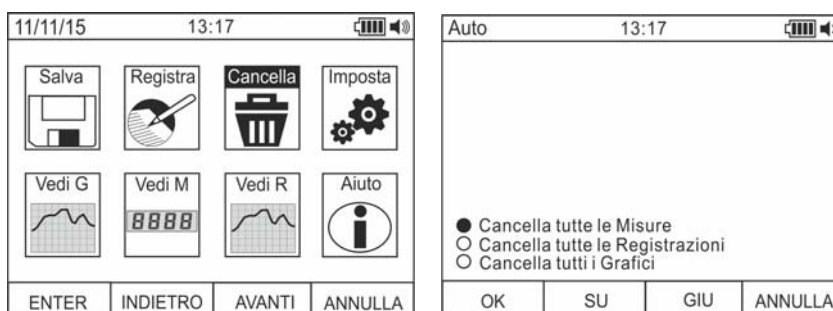

Fig. 12: Cancellazione memoria interna
14. Usare i tasti **F2** o **F3** per selezionare l'icona "Cancella" e premere il tasto **F1** (vedere Fig. 12 – parte sinistra)